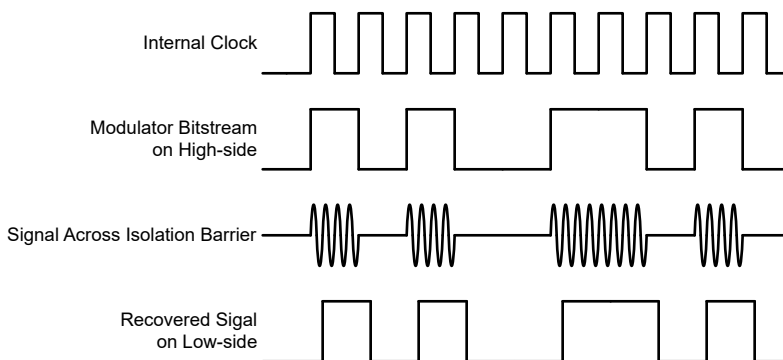

図 7-4. OOK ベースの変調方式
図 7-4 に示されているように、AMC0x03M0510 は、オン / オフ キーイング (OOK) 変調方式を使用して、変調器の出力ビットストリームを、 SiO_2 ベースの絶縁膜間で伝送します。送信ドライバ (TX) をに 機能ブロック図 示します。TX は、内部で生成された高周波キャリアを絶縁バリア越しに送信し、デジタル 1 を表現します。ただし、TX はデジタル 0 を表す信号を送信しません。AMC0x03M0510 で使用されるキャリアの公称周波数は 480MHz です。